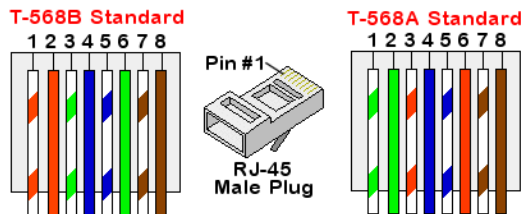

Abbildung 19: Standardkabelverdrahtung
- 5 Verwenden Sie für die Switch/Router-Seite ein vorab gecrimptes Kabel oder eine Crimpzange, um einen RJ45-Kommunikationsanschluss vorzubereiten: Führen Sie die acht Drähte in der in Abbildung 19 gezeigten Reihenfolge in den RJ45-Anschluss ein.